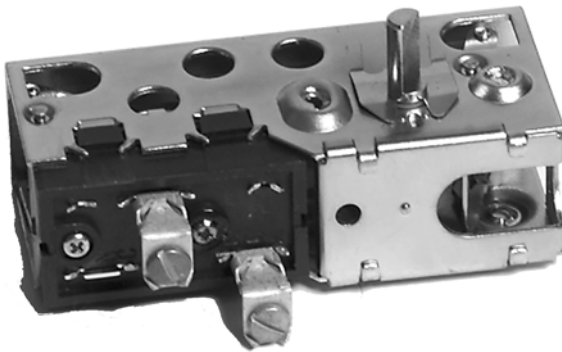

Fig. 40. Installation des bornes à vis.
6. Poser deux bornes à vis sur les bornes à lame du régulateur d'humidité. Voir la figure 40.
7. Poser deux bornes à vis sur les bornes à lame de l'humidistat. Voir la figure 40.